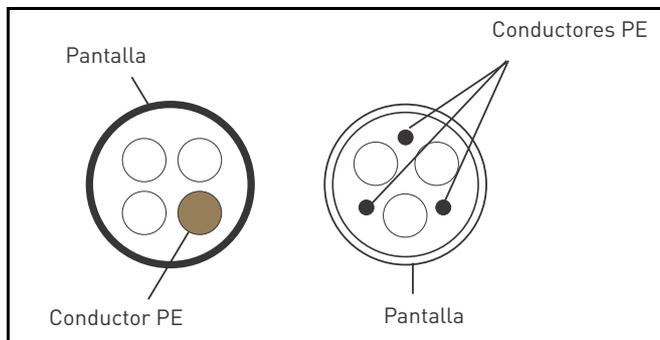

Figura 16.
- 2 = Cable de potencia simétrico equipado con cable de protección concéntrica y diseñado para la tensión específica de la red. (Se recomienda MCMK o similar). Consulte la Figura 16.
- 3 = Cable de potencia equipado con apantallamiento compacto de baja impedancia y diseñado para la tensión específica de la red. [Se recomienda MCCMK, EMCMK o similares; se recomienda una impedancia de transferencia del cable (1-30 MHz) máxima de 100 mOhm/m]. Consulte la Figura 16.